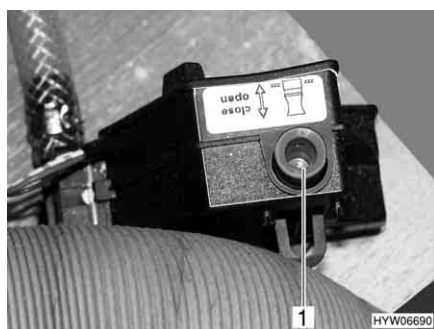

Fig. 47 Valve de sécurité et de vidange du chauffe-eau
- ▷ La pompe à eau et la robinetterie ne sont pas protégées du gel par la valve de sécurité et de vidange (Fig. 47).
Le chauffe-eau est équipé d'une valve de sécurité et de vidange (Fig. 47). La valve de sécurité et de vidange empêche que l'eau ne gèle dans le chauffe-eau lorsque le chauffage n'est pas allumé en cas de gel.
- Fermer la valve de sécurité et de vidange (Fig. 47). Pour cela, tirer l'interrupteur à tirette (Fig. 47,1) vers le haut.
- Ouvrir la valve de sécurité et de vidange (Fig. 47). Pousser l'interrupteur à tirette (Fig. 47,1) vers le bas. Le chauffe-eau est vidé à l'extérieur par le biais de la valve de sécurité et de vidange.